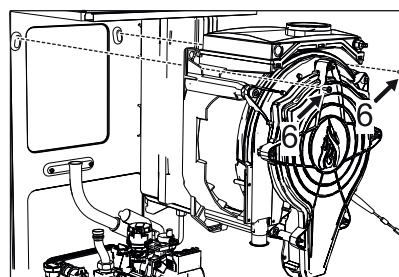

fig. 58 -
- Îndepărtați cele 2 șuruburi superioare "6" care fixează schimbătorul pe cadru („fig. 58 -”)